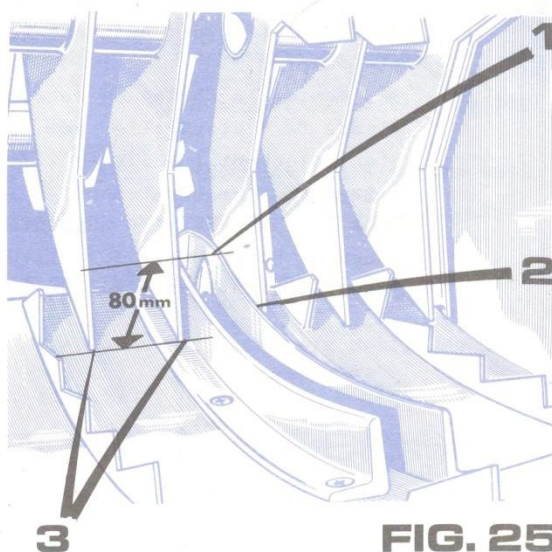

FIG. 25
Synchronisation piston-aiguilles FIG.25,26 et 27
— en s'aidant de la bielle de commande, amener les pointes 1 des aiguilles au ras des rehausses 2 du passage des aiguilles dans le canal (voir figure 25).
- accumulation de fourrage sur les réhausses 2 figure 25 du fond du canal de compression, due à des couteaux diviseurs ébréchés ou tordus, ou bien à des aspérités anormales prenant naissance lors du passage de corps étrangers dans le fourrage.